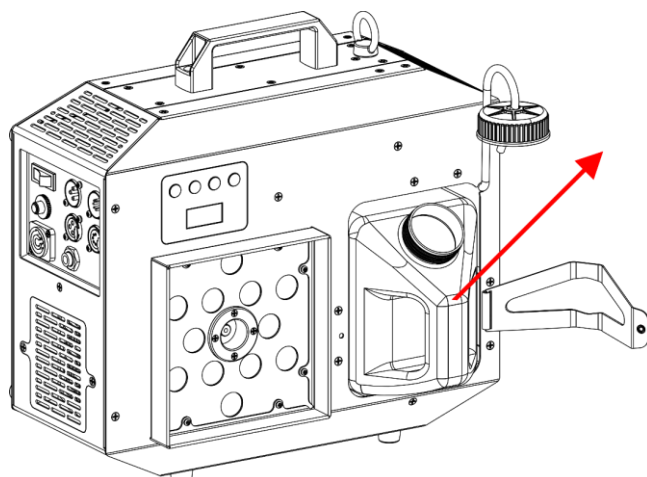

Fig. 09
- 04) Extraiga el **depósito de líquido (02)**, como se muestra en la Fig. 09.